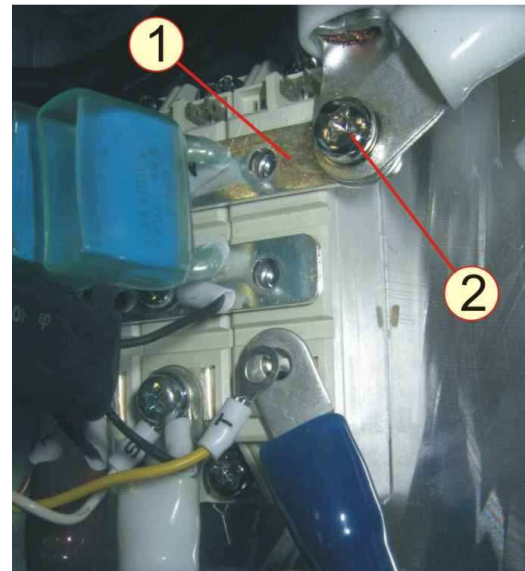

Рисунок 7.27
7.11.9 Закрепить наконечники двух проводов (соединенных с шиной «-» платы конденсаторов и контактом «-» клеммника) на шине 1 винтом 2 (рисунок 7.27).
- 8 – провод, соединенный с шиной «-» диодно-тиристорных модулей (рисунок 7.27);